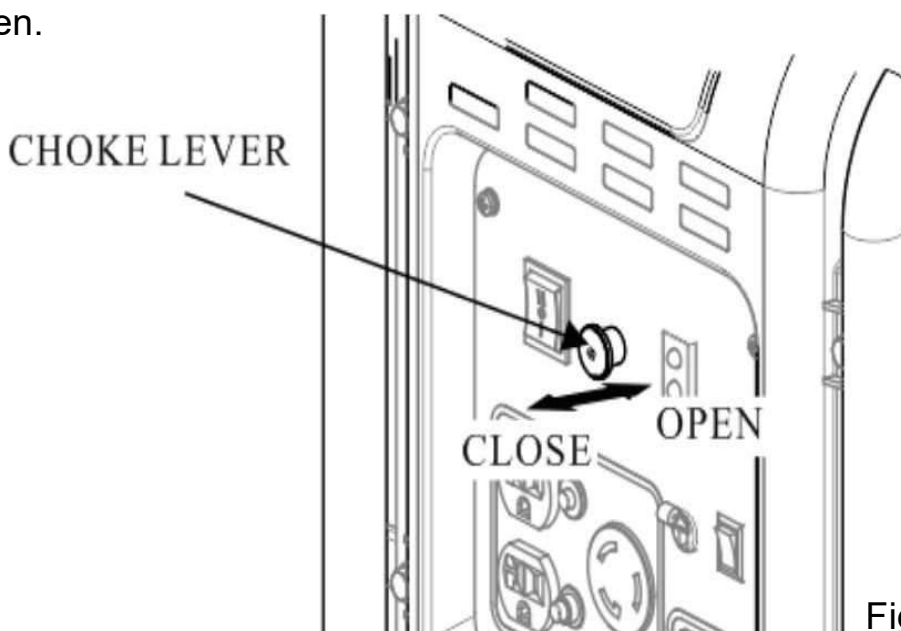

Fig. 16
tillbaka till läget "OPEN" (öppen). (Se s.26 fig.16)
1. Ställ in choke-spaken (s.17 fig.5 (18)) på "CLOSE" för kallstart, genom att dra ut den (se s.26 fig.16).